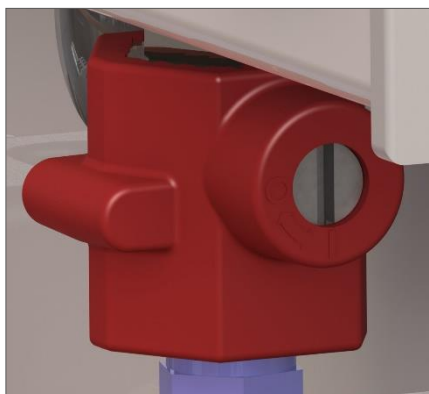

Bild 6.4.1: Kugelhahn auf
5. Öffnen Sie den Kugelhahn (Bild 6.4.1).